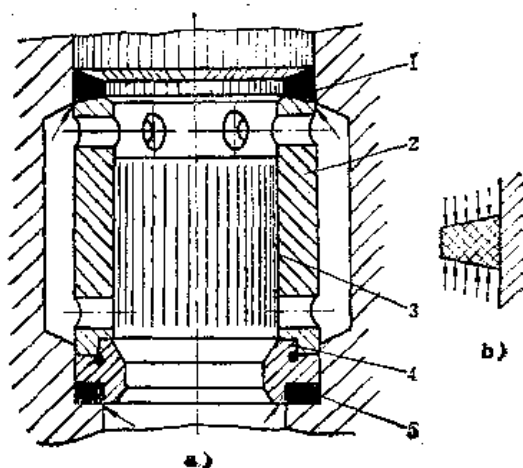

图6-1-25 锥阀的密封装置
2) 锥阀 锥阀是900型压铸机中使用最多的一种(图6-1-25)。要保证其不泄漏,必须做到下
要保证阀不泄漏，必须使用塑性良好并具有合适弹性的塑料、尼龙橡胶或橡胶制成的密封圈。其截面呈梯形，当受到上、下压力的挤压时，其外圆就紧紧地贴在缸的内壁（图6-1-25 b）达到密封防漏的作用。因此对这种密封圈的外圆和上下两端，应该是平整光滑且无划伤。